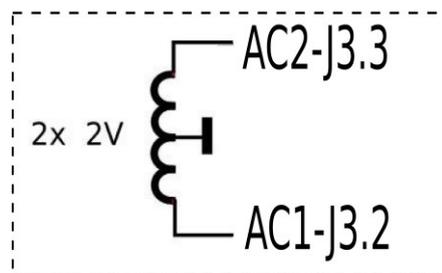

Figure 11. - Cette configuration fonctionne en 4 V et en 6,3 V.
- Si le centre des enroulements 4 V est connecté à la masse, adopter la solution de la figure 11.